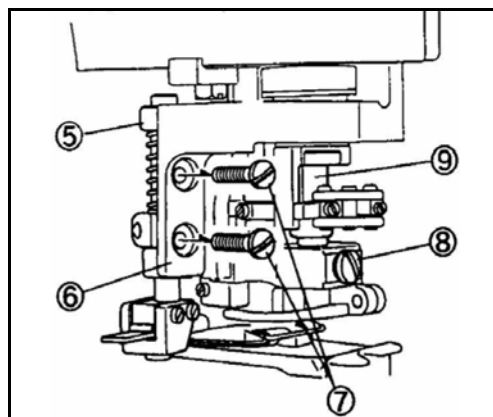

Рис. 51
- (4) Ослабьте винт ⑦ на скобе держателя ножа ⑥, чтобы снять манжету направлятеля на держателе ножа и верхний нож.
- (5) Ослабьте винт ⑧ на задней части прижимной лапки (с левой стороны в моделях «07» и «-12») (Рис. 51).